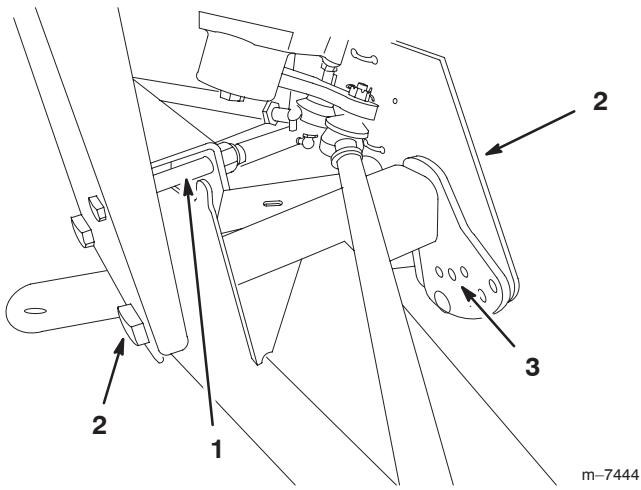

Bild 32
- 2. Entfernen Sie die Anschlagschraube (Bild 32).
- 3. Lockern Sie die Zentrierschrauben im vorderen A-Arm (Bild 32).
- 4. Entfernen Sie die Fahrhöhe-Einstellschraube (Bild 32).
5. Drehen Sie den vorderen A-Arm in die gewünschte Stellung (siehe die nachstehenden Hinweise) und schrauben die Fahrhöhe-Einstellschraube wieder ein (Bild 32).
7. Setzen Sie die Anschlagschraube (Bild 32) wieder ein.